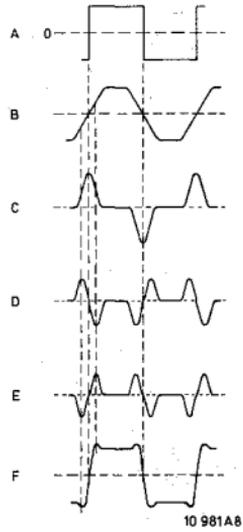

Fig. II-11
Die Signalverarbeitung ist in Abb. II-11 in Stufen angegeben.
Durch Variieren der Amplitude des Signals (E) (siehe Abb. II-11) kann die Crispening-Stärke eingestellt werden. Da das ursprüngliche Signal in der richtigen Phase zu dem Crispening-Signal addiert werden muss, hat man im Signalweg des ursprünglichen Signals eine Verzögerungsleitung geschaltet.